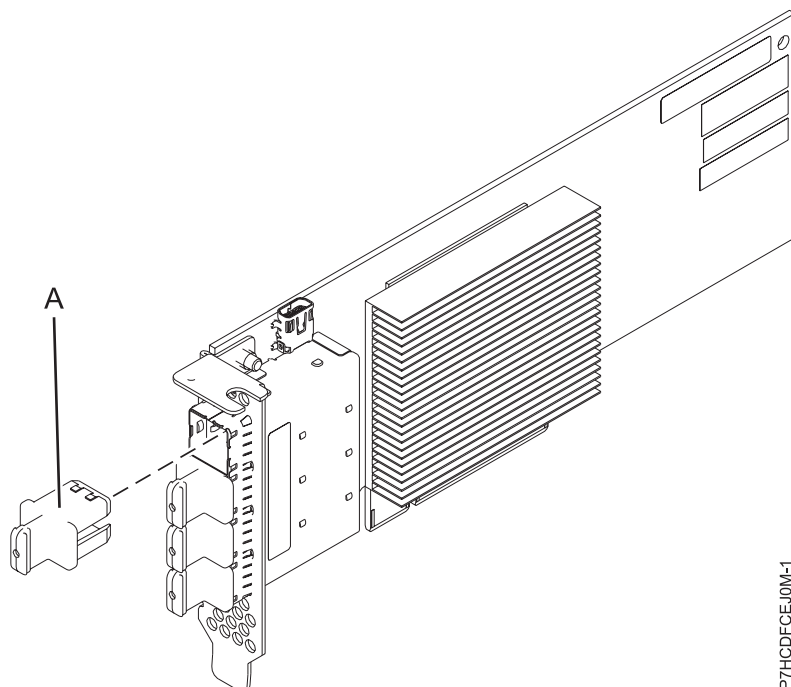

Figura 52. Adaptador de puerto SAS PCIe3 4 x8 de altura reducida
El Adaptador de puerto SAS PCIe3 4 x8 es un adaptador PCI Express (PCIe) de generación 3, RAID SAS, con un factor de forma corto y altura reducida, pero empaquetado para una instalación de altura completa. El adaptador se utiliza en aplicaciones SAS (SCSI con conexión en serie) de alto rendimiento y alta densidad. Admite la conexión de unidades de DVD y cinta utilizando cuatro miniconectores SAS de alta densidad que permiten utilizar enlaces físicos en diversas configuraciones de puerto estrecho y puerto ancho. La conexión a una unidad de cinta SAS solo se puede utilizar en una configuración con un solo adaptador y no se puede combinar con discos SAS en el mismo adaptador. El adaptador no tiene memoria caché de escritura. La Figura 52 en la página 147 muestra el Adaptador de puerto SAS PCIe3 4 x8.
La Figura 52 en la página 147 muestra el adaptador. El conector (A) se instala en un puerto vacío e impide daños en ese puerto cuando se conecta o retira un cable para los conectores de puerto adyacentes.